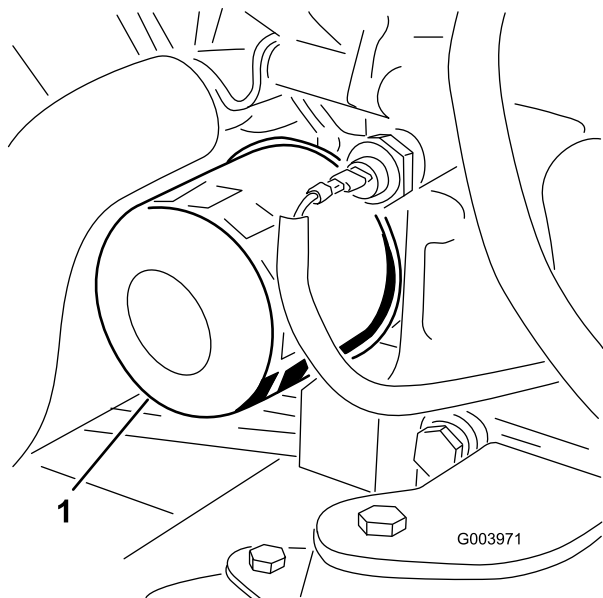

Рисунок 55
3. Снимите масляный фильтр (Рисунок 55).